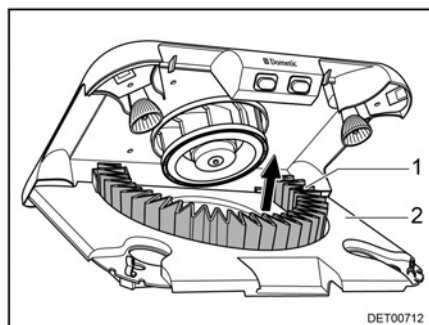

Fig. 121 Sostituire il filtro a carboni attivi
- Estrarre il filtro a carboni attivi (Fig. 121,1) dalla parte superiore del supporto.
- Spingere il supporto filtro (Fig. 121,2) verso l'alto finché non si innesta.